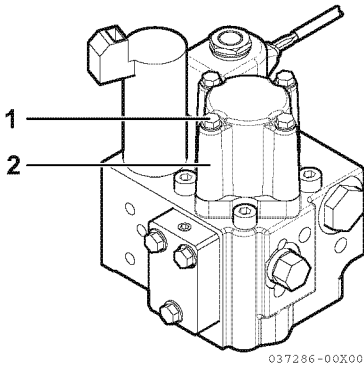

Abbildung 4
1. Vier Befestigungsschrauben (1, **Abbildung 4**) vom elektrischen Schleppangelventil entfernen (2, **Abbildung 4**).